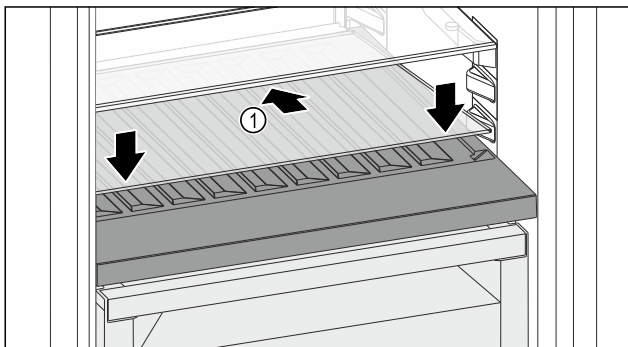

Fig. 98
- ▶ Вставьте стеклянную пластину Fig. 98 (1) наискосок и с уклоном назад вниз.
- ▶ Опустите стеклянную пластину Fig. 98 (1) спереди.